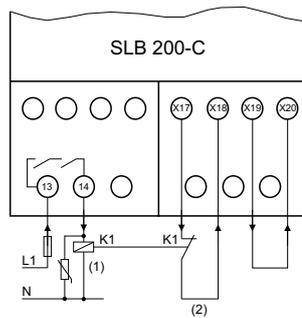

Abb. 4
**Legende (Abb. 4)**
- (1) Schütz
- (2) Schützkontrolle